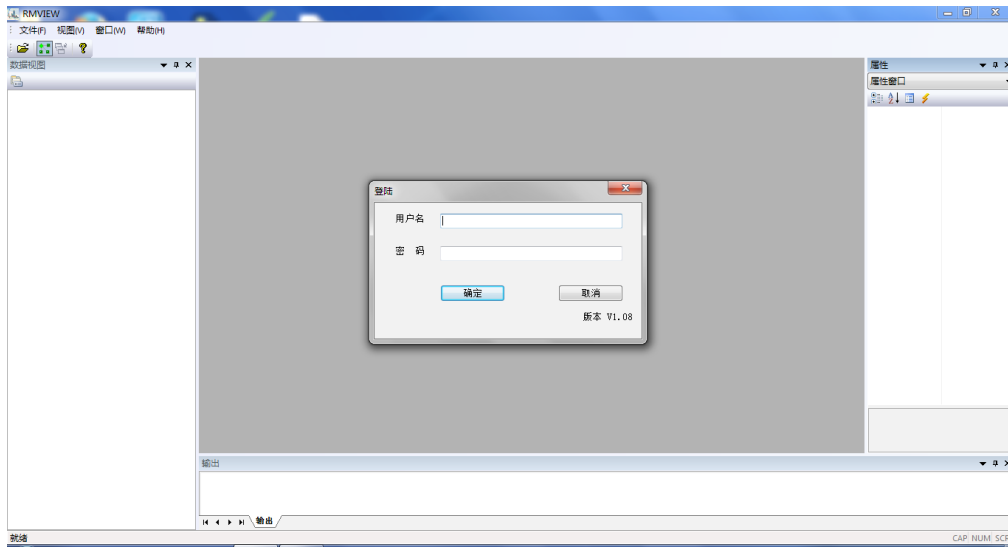

图 1 用户登录界面
4. 进行数据同步前需要输入 SR-510 Pro 账户的登录授权。登录界面见下附图 1